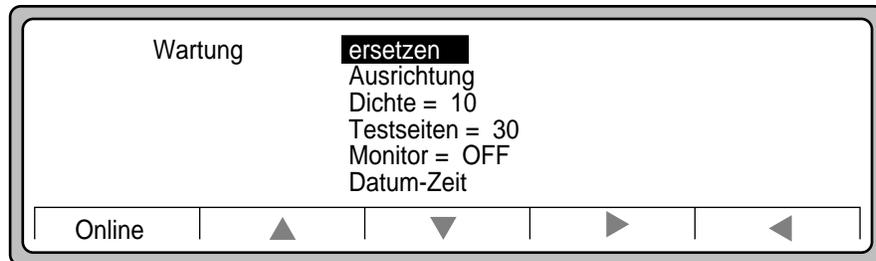

Abbildung 2-82 Einstellungen im Menü Wartung
3. Heben Sie mit Hilfe des **Rechtspfeils** die Anzeige **Wartung** hervor (siehe Abbildung 2-82).